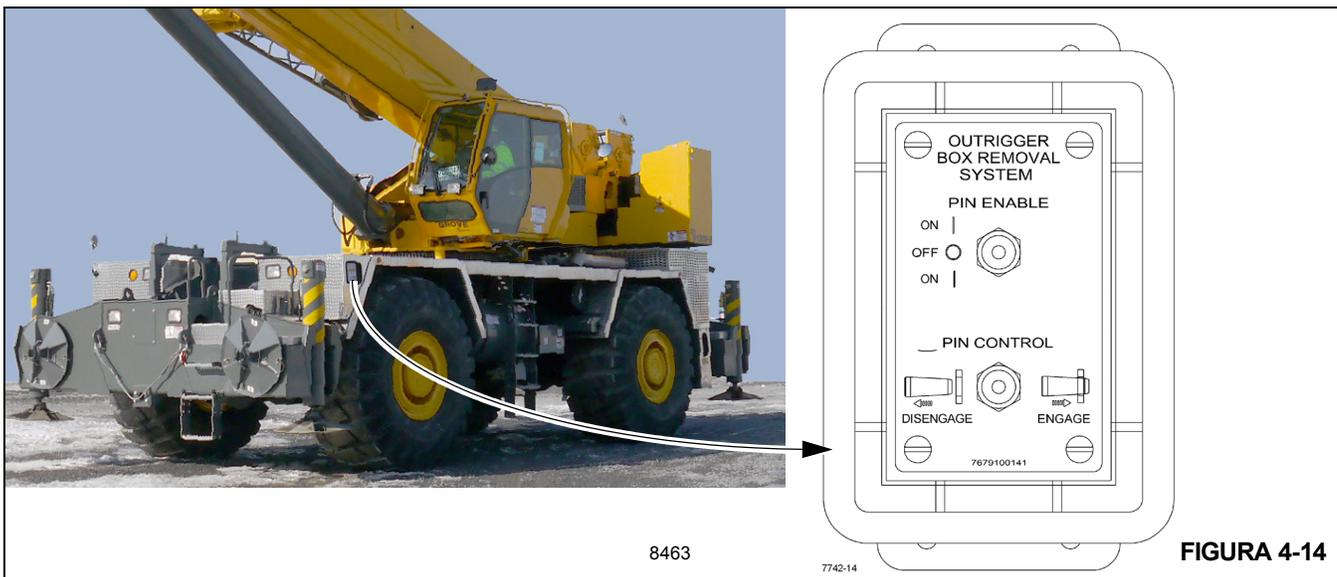

FIGURA 4-14
3. Utilize a caixa de controle do cilindro de pinagem montada remotamente (Figura 4-14) localizada na dianteira esquerda ou traseira esquerda do transportador e faça o seguinte:
6. Utilize a caixa de controle do pino montada remotamente (Figura 4-14) localizada na dianteira esquerda ou traseira esquerda do transportador e faça o seguinte:
- b. Posicione e segure a chave PIN CONTROL (CONTROLE DO PINO) na posição ENGAGE (ENCAIXAR) (Figura 4-14).